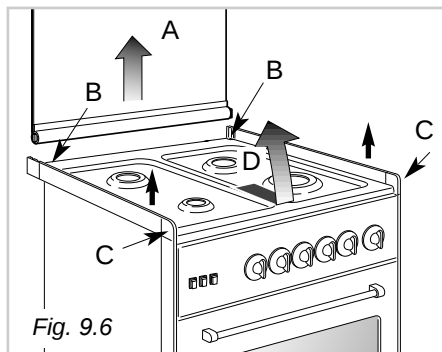

Fig. 9.6
- Per i modelli con coperchio in vetro svitare le due viti C e togliere i due profili laterali e le testate sfilandoli verso l'alto (Fig. 9.6).